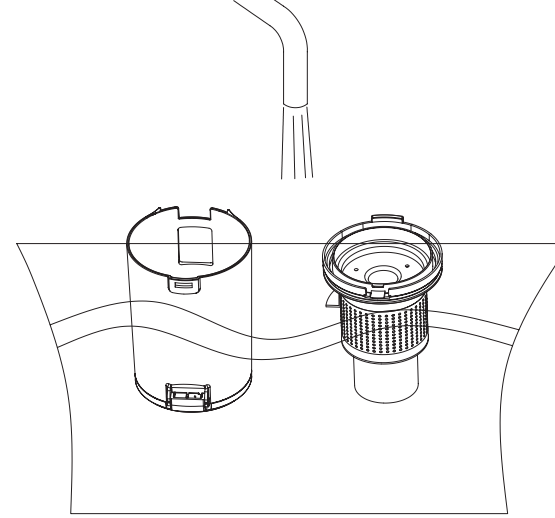

FIG. 7
- 3) Pojemnik na kurz i system filtracji można czyścić wodą, jak pokazano na zdjęciu. Uwaga: z wyjątkiem filtra papierowego, którego nie należy myć w wodzie (Rys.7).